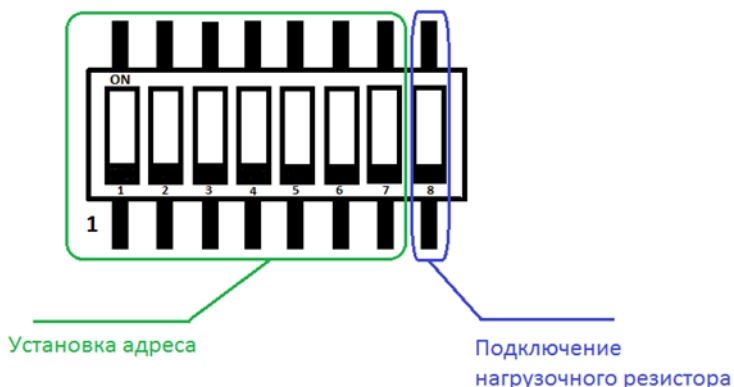

Рисунок 4 - Маркировка DIP – переключателя задания адресов УС
2.5.2 Для установки адресов изделия используются семь позиций DIP-переключателя, установленного на плате силовой детектора (Рисунок 4; Приложение А, рис. А1).